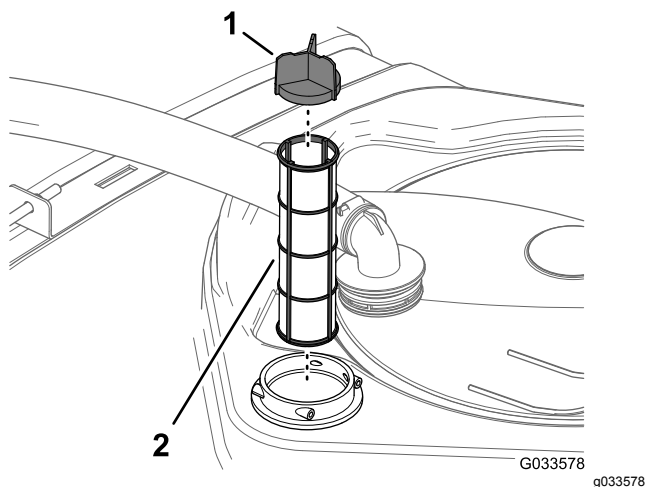

Figura 100
- Retire o filtro de sucção antigo da estrutura do filtro no depósito (Figura 100).